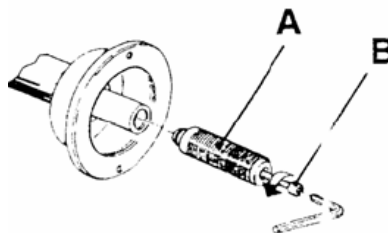

Рис. 2
3.4 - УСТАНОВКА ЗАЩИТНОГО КОЖУХА (Рис.2 - Деталировка)